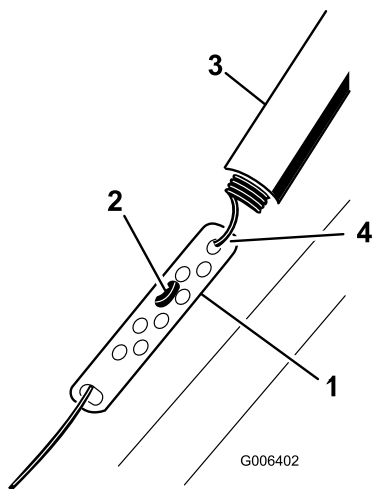

Bild 22
1. Schieben Sie die Federabdeckung nach oben und haken Sie die Feder aus dem Einstellglied aus (Bild 22).